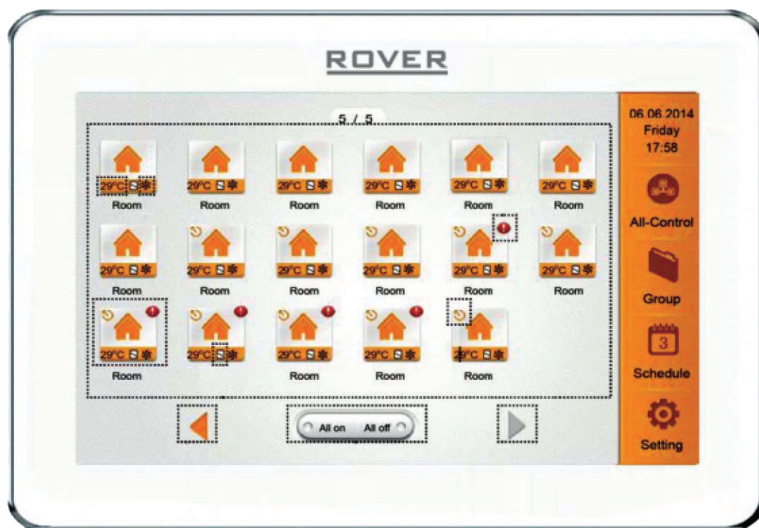

Рис. 8.4
8.4.4. Проводной центральный пульт управления RVR-E-CE52-24/F(C) (рис. 8.4).